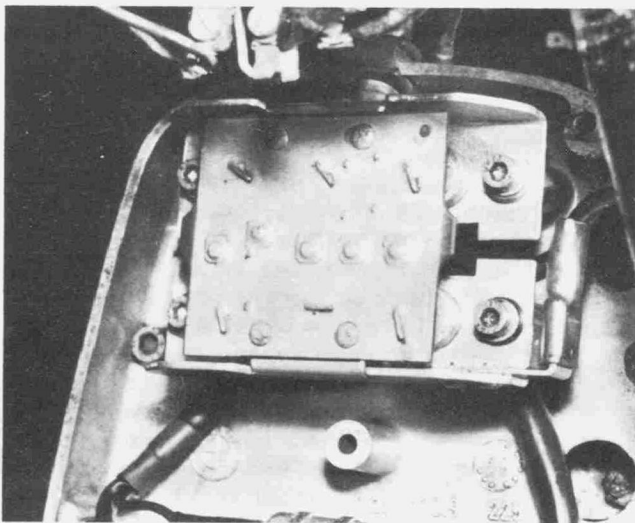

Bild 335
- Der Diodenträger ist über dem Drehstromgenerator angebracht. Auf ihr befinden sich die Dioden, die den Wechselstrom vom Drehstromgenerator in Gleichstrom zur Batteriespeisung umwandeln (Bild 335).